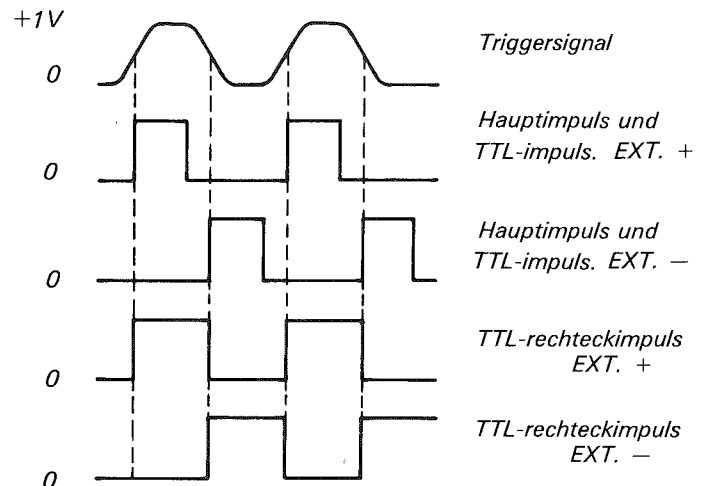

Abb. 6.7. Externe Triggerung
- Wahlschalter REPETITION TIME in Stellung EXT+ oder EXT- bringen, wodurch die Triggerung durch die positive oder negative Flanke des Signals erfolgt. Impulsdauer auf 10 µs einstellen. Vgl. Abb. 6.7.
- Das Oszilloskop zeigt dann Ausgangsimpulse mit der gleichen Impulsfolgezeit wie das Triggersignal, aber einer Dauer, die der Einstellung des Wahlschalters DURATION entspricht. Abb. 6.7.
- Es erscheint dann ein Ausgangsimpuls nach Abb. 6.7. Die Impulsfolgezeit ist die gleiche wie die des Triggersignals, die Impulsdauer aber entspricht dem mit dem Schalter DURATION und R2 Eingestellten Wert.
- Beachten, dass Impulsfolgezeit und Impulsdauer vom Triggersignal bestimmt werden. Vgl. Abb. 6.7.